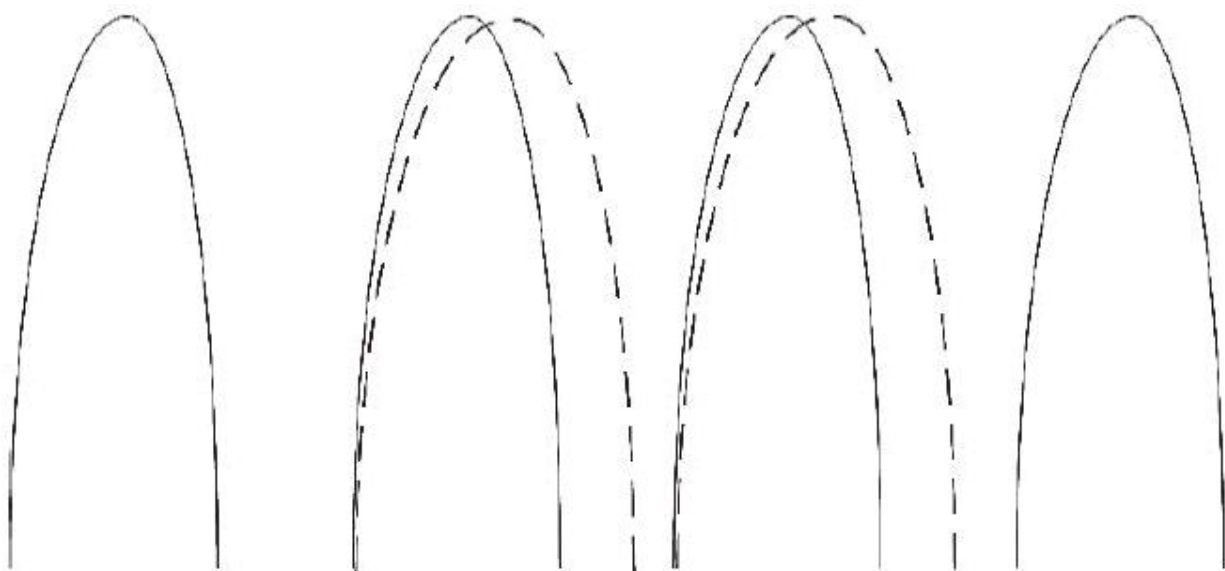

图3-60 没有随机化（虚线）和随机化（实线）电压分布对比
1) 让0和1的分布充分隔离。图3-60是MLC内部的各个存储状态电压分布图，实线是随机化后的分布，每个状态都充分隔离；虚线是没有随机化的分布，有些状态的分布明显变宽了，随着时间流逝或者寿命缩短，这些分布会和周边发生交集，导致读数据出错。